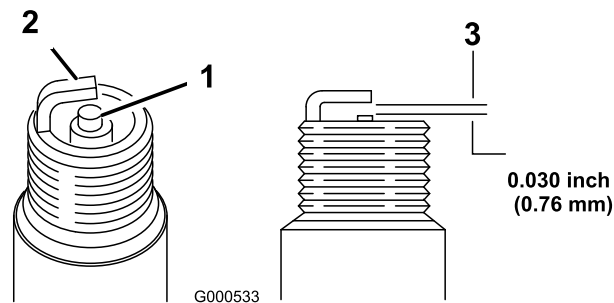

Figura 22
1. Controllate le candele (Figura 22).
2. Controllate la distanza tra gli elettrodi centrale e laterale (Figura 22). Piegare l'elettrodo laterale se la distanza non è corretta.